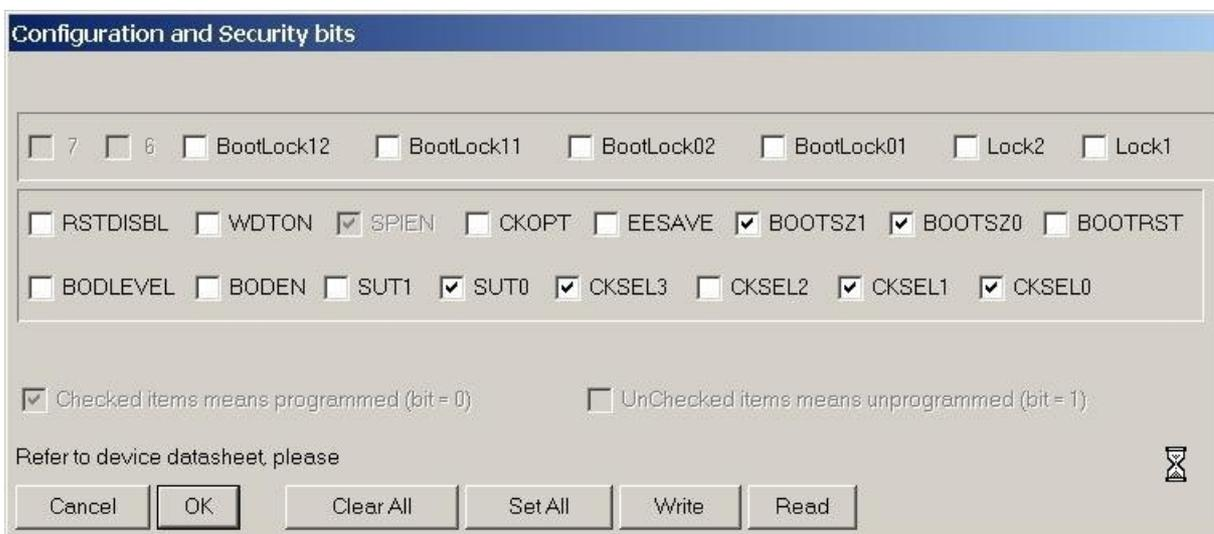

Рис.3
2. Зашиваем биты конфигурации (см. Рис.3)